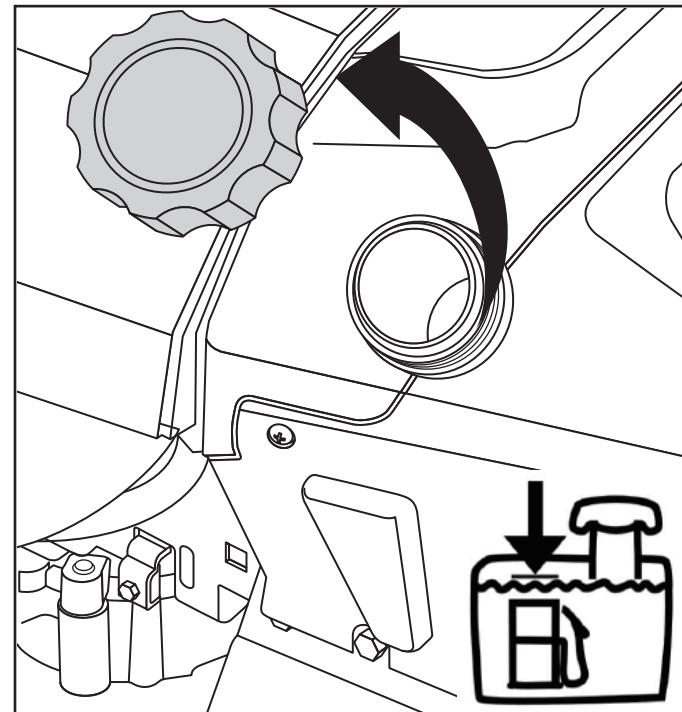

Fig. 15
- Retire el tapón de combustible. (Fig.15)